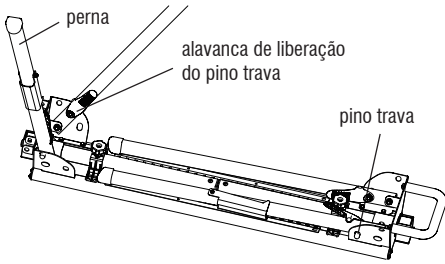

Fig. 3 – Abertura dos pés de apoio
1. Pressione a alavanca de liberação de travamento da perna e gire a perna até que o pino de travamento se encaixe no lugar (Fig. 3);